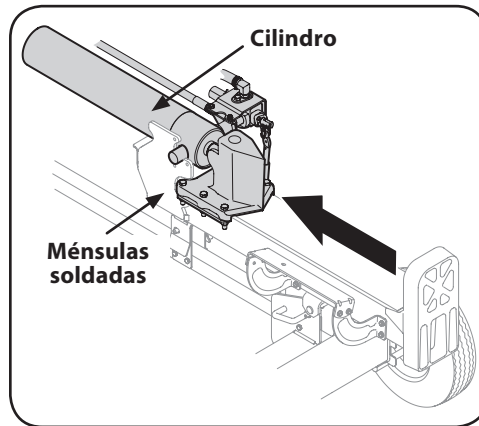

Figura 2-6
- Levante y deslice el cilindro hacia arriba hasta el tope de la vigueta y dentro de los soportes soldados. Vea la Figura 2-6.